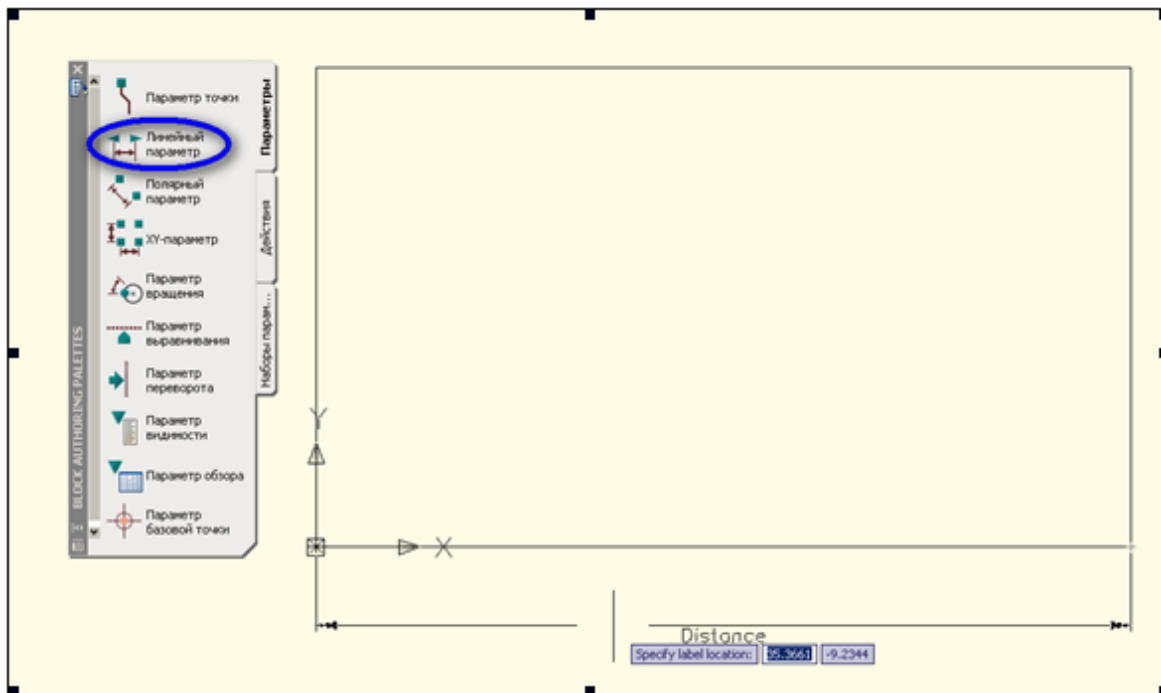

Рисунок 5 – Выбор в качестве параметра линейного размера
3.6 После нажатия кнопки ОК появляется панель с выбором параметров, которые мы собираемся регулировать (рисунок 5). Выбираем «Линейный размер» и указываем в качестве первой точки нижнюю левую точку прямоугольника, а в качестве второй – нижнюю правую точку прямоугольника.